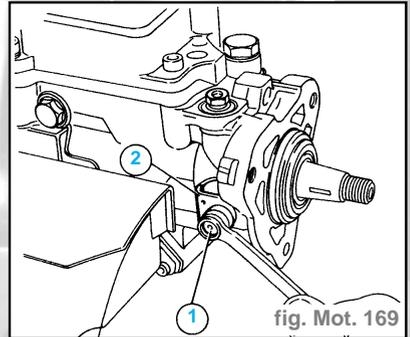

fig. Mot. 169
- Placer et bloquer la pompe d'injection dans l'étau, desserrer ensuite la vis-frein (1) et déposer l'entretoise (2) (fig. Mot. 169).